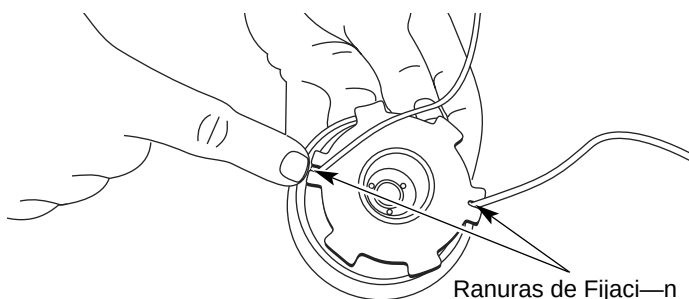

Fig. 21
12. Inserte los extremos de la l'nea en las dos ranuras de fijaci—n (Fig. 21).